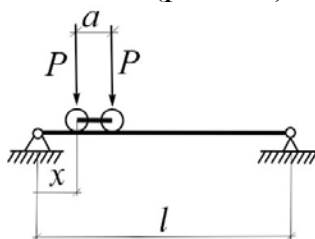

Рис.4.2
**4.2. Найти наиболее невыгодное положение тележки крана на балке ( $x$ ), при котором возникает наибольший изгибающий момент. Вычислить величину наибольшего момента. Давление на каждое колесо  $P$  (рис.4.2).**